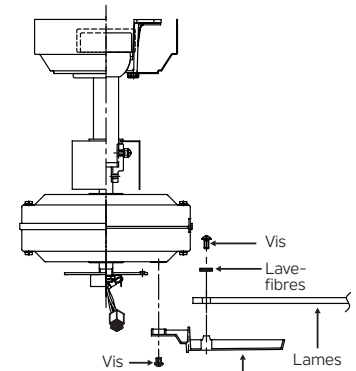

Fig. 16 Supports de lame
**Étape 1.** Fixez une lame à un support de lame à l'aide des vis et des lave-fibres fournies. (Fig. 16)
**Étape 2.** Fixez chaque lame à l'appareil à l'aide des vis de montage « pré-installées » dans le support de la lame. (Fig 16)